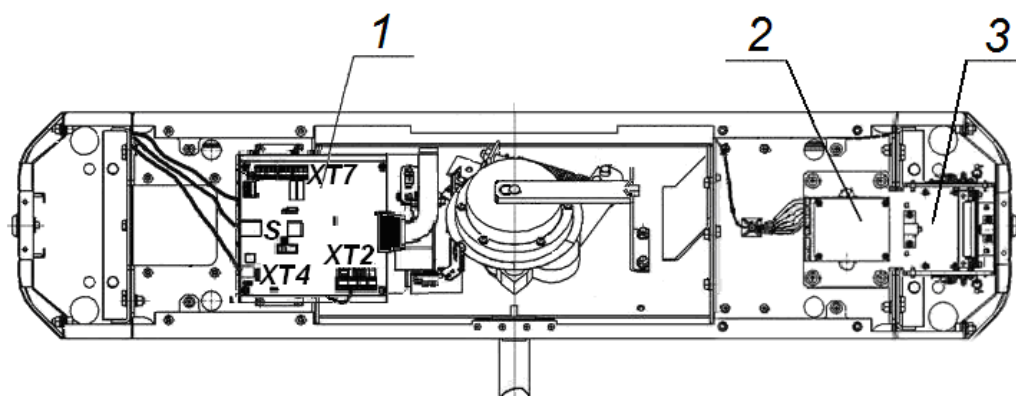

Рисунок 11. Схема прокладки кабелей в стойке ЭП:
10. Снимите крышку ЭП (3) согласно разд. 6.
11. Протяните кабели внутри стойки. Рекомендуемое расположение кабелей при прокладке внутри стойки показано на рис.11.
15. Выполните заземление стойки ЭП в соответствии с требованиями ПУЭ («Правила устройства электроустановок»). Контакт заземления **Z3** (7, рис. 11) находится за боковой заглушкой стойки (14). Для крепления кабеля заземления на контакте используйте гайку М4.
16. Подключите кабель *Ethernet* (18) к разъему **S1** на плате контроллера ЭП.
19. После подключения всех кабелей и закрепления стойки на полу установите на место крышку (3), боковую заглушку стойки и контейнер картоприемника на свои места в порядке, обратном снятию.
- Снимите с поворотного механизма крышку (6), отвернув винт М4×25.
- Отверните болт М8×30, установленный на преграждающей планке (5).
- Установите в рабочее положение крышку (6), закрепив ее винтом.
При производстве механизм картоприемника (3, см. рис. 11) установлен со стороны считывателя №1 (A2).
1. Снимите крышку (3) в порядке, указанном в разд. 6.
2. Извлеките контейнер картоприемника (12), открыв замок (13).
3. Извлеките заглушку (14) с противоположной стороны, открыв замок (15).
4. Демонтируйте торцевые крышки (9, 10); каждая крышка крепится двумя винтами М4×16 и двумя шурупами Ø4,2×19 снизу со стороны контейнера (12) или заглушки (14). Кабели считывателей, находящихся внутри торцевых крышек, не отсоединяйте.
6. Демонтируйте заглушку (11) из торцевой крышки (9) и установите ее в торцевую крышку (10); заглушка крепится двумя шурупами Ø2,9×9,5.
7. Отсоедините кабель картоприемника от платы управления картоприемника A1 (2, рис. 11).